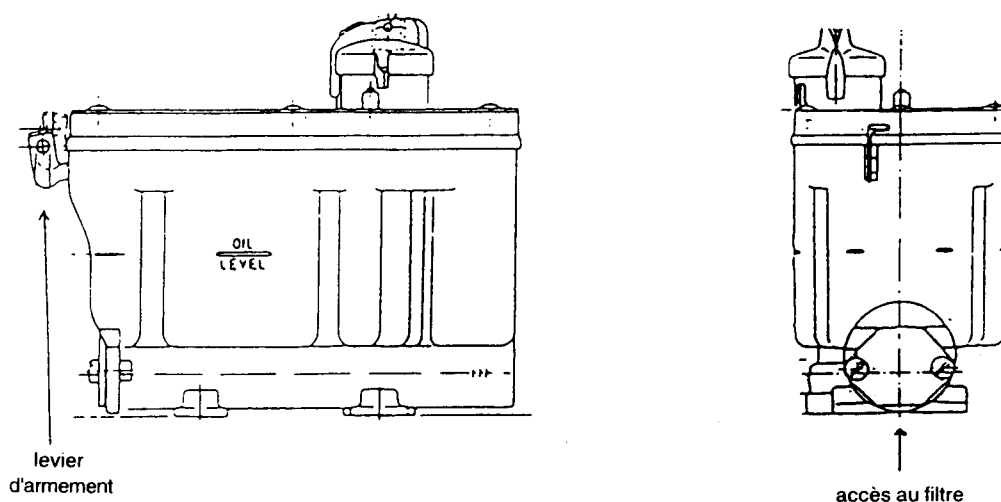

Fig. 7
- Armer le levier de la vanne à niveau constant située derrière l'appareil en abaissant celui-ci (Fig. 7).
1 fois par saison de chauffe et notamment à la remise en service, nettoyer le filtre de la vanne à débit constant (Fig. 7).